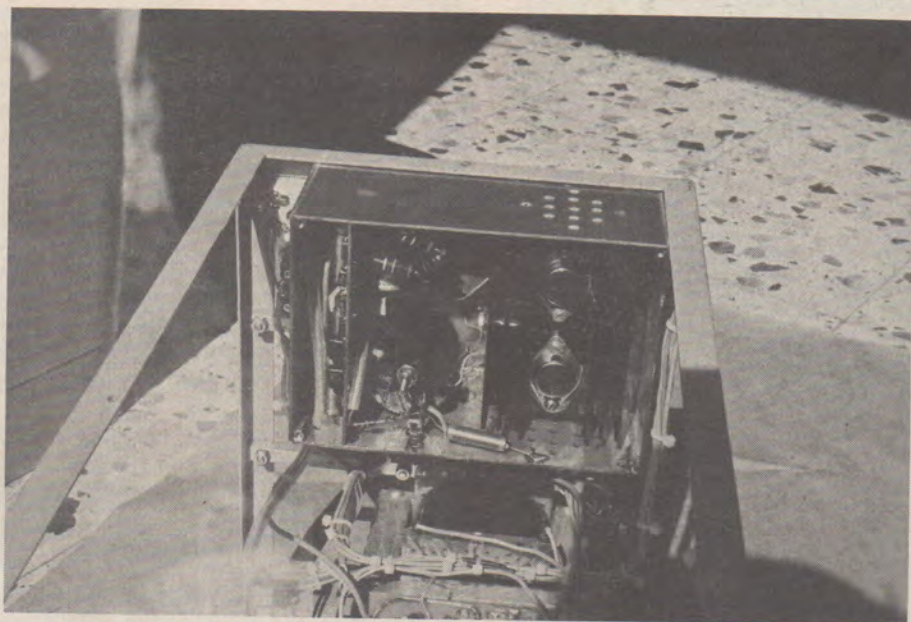

Figure 8 : Photo du convertisseur THT terminé.
- Le convertisseur une fois terminé sera monté dans un boîtier métallique en tôle étamée soudée, où n'entreront que les fils assurant l'alimentation et d'où ne sortiront que le +300 V, le -800 V et par un conducteur sérieusement isolé (fil de bougie de vélomoteur par exemple) le + T.H.T. (voir la figure 8).